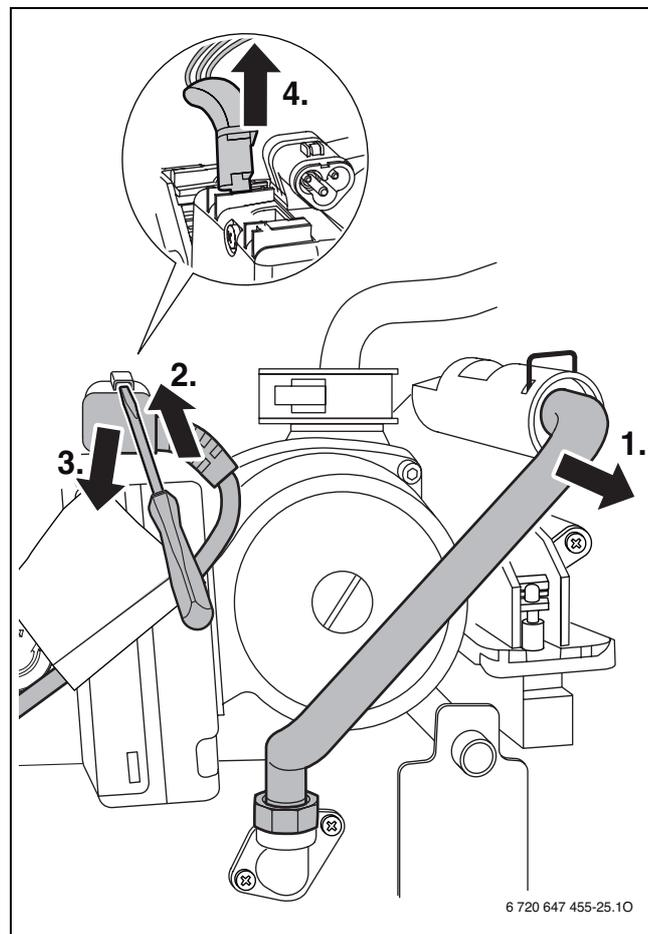

Fig. 76
- ▶ Smontare il tubo dell'acqua fredda (→fig. 76).